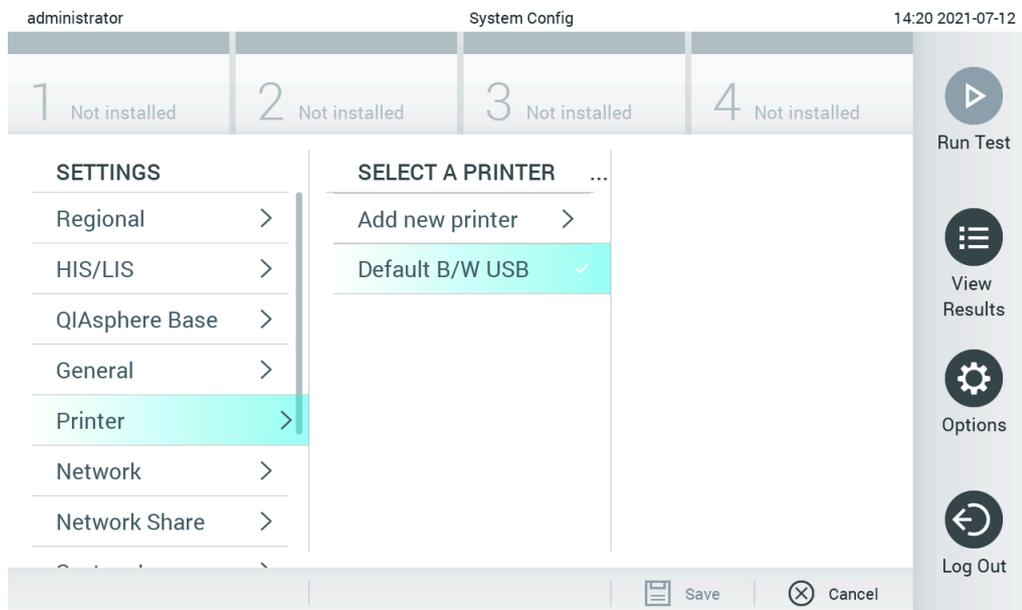

Figura 100. Installazione della stampante con il driver predefinito
2. Selezionare la stampante predefinita chiamata Default B/N USB (Figura 100)